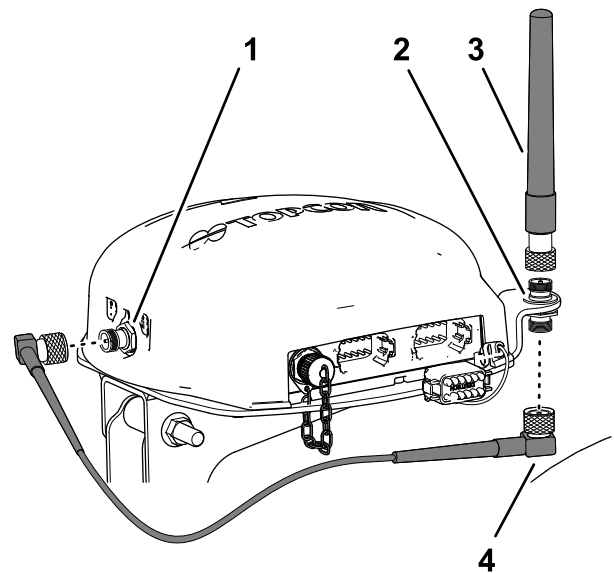

Figura 160
3. Monte la antena RTK sobre la parte superior del conector coaxial, y apriete la tuerca moleteada de la antena a mano (Figura 160).
4. Conecte provisionalmente el cable de la antena en la parte inferior del acoplamiento coaxial (Figura 160).
5. Enrute el cable por detrás del receptor de navegación hasta el conector coaxial del módem celular CDMA o GSM (Figura 160).
6. Enchufe el cable de antena en el conector coaxial del módem celular CDMA o GSM (Figura 160).